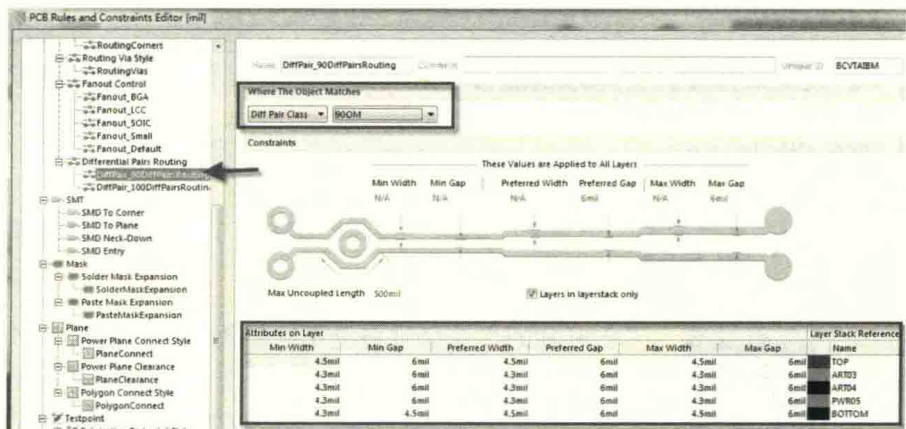

图 9-44 差分规则的核查
(4) 设置完成之后，需要在规则约束管理器中再核查一下差分规则是否已经匹配上，如果没匹配上用手工法再次匹配即可。差分规则的核查如图 9-44 所示。